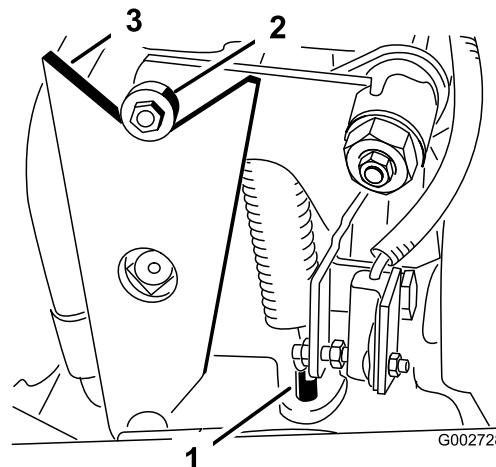

図 31
3. スプリング調整ピンのロックナットをゆるめ、ベアリングがレバーのカムから自由に回転できるように（（図 31））する；これで、始動中にポンプシャフトが自由に回転できるようになる。